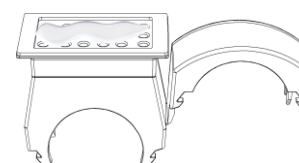

Bild 3. Lagom mängd lim
5. Tag bort skyddstejpen från limdistansen och applicera en lämplig mängd med lim på plattan (innanför ramen). Överskottslim kommer att tränga in i de små hålen, men undvik att ha för mycket lim, se bild 3.